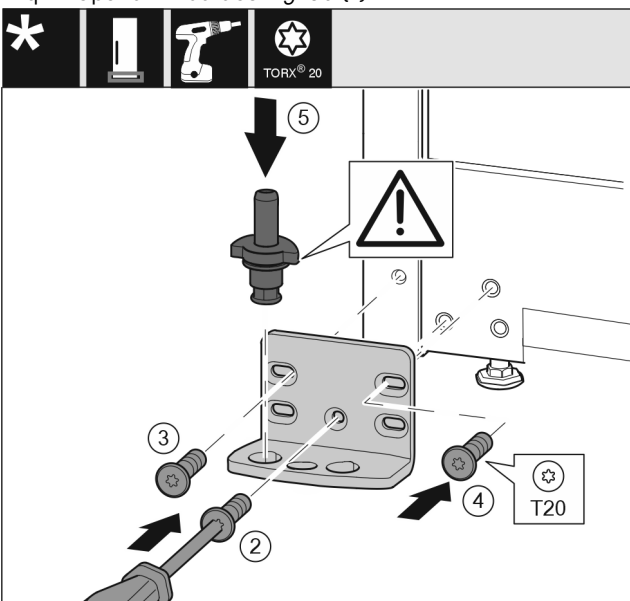

Fig. 31
- Vendosni bazamentin mbështetës në anën tjetër dhe mbërthejeni me ndihmën e një kaçavide. Filloni me vidën Fig. 31 (2) poshtë në mes.
- Mbërtheni fort vidën Fig. 31 (3) dhe vidën Fig. 31 (4).
- Vendosni komplet në vend bulonin e rrotullimit Fig. 31 (5). Këtu bëni kujdes që gunga ndaluese të jetë e kthyer nga poshtë.